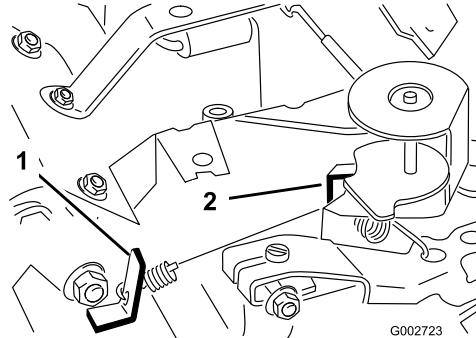

Bild 38
3. Biegen Sie den Anker-Federmitnehmer (Bild 38), um eine Leerlaufgeschwindigkeit von  $1725 \pm 50$  U/min zu erzielen. Prüfen Sie die Motordrehzahl mit einem Drehzahlmesser.
5. Stellen Sie den Gasbedienungshebel auf „Schnell“. Biegen Sie den Federankermutter in der Vollgaseinstellung (Bild 38), bis Sie eine Vollgasdrehzahl von  $3400 \pm 50$  U/min realisieren.